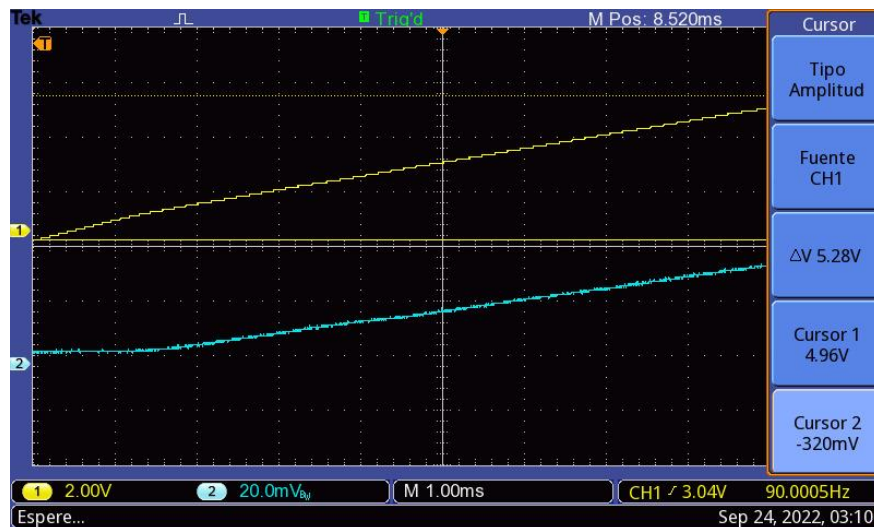

Figura 4. Señales del canal 1 y del canal 2
- Implementar el circuito de la Figura 4.
- En la Figura 4 se observa la rampa del canal 1 y la curva característica en el canal 2. La rampa se usa como fuente para el disparo.